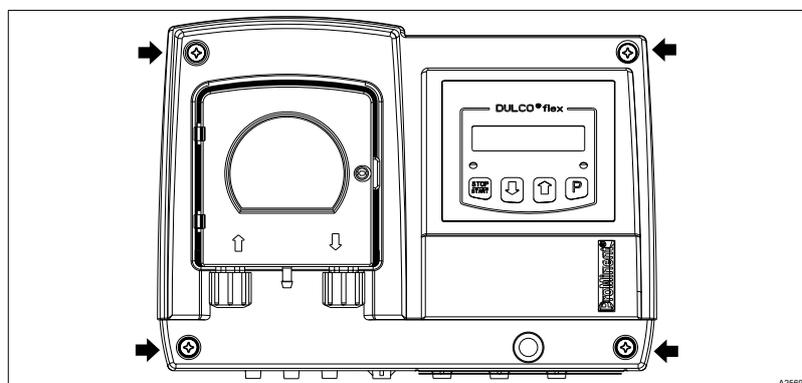

Fig. 7: 4 viti (frecce) sulla sezione superiore dell'alloggiamento
2. ➤ Svitare le 4 viti poste sulla sezione superiore dell'alloggiamento, Fig. 7.